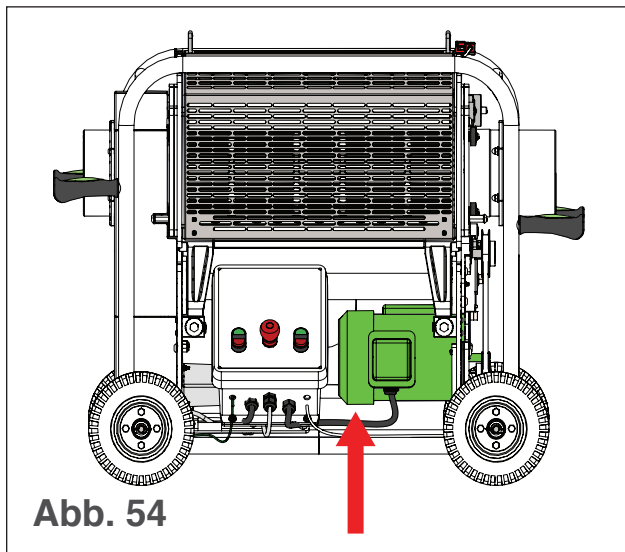

Abb. 54
12. Heben Sie den Klingenmotor von hinten an, so dass er abfällt und die gewünschte Riemenspannung ergibt (siehe Abb. 54).